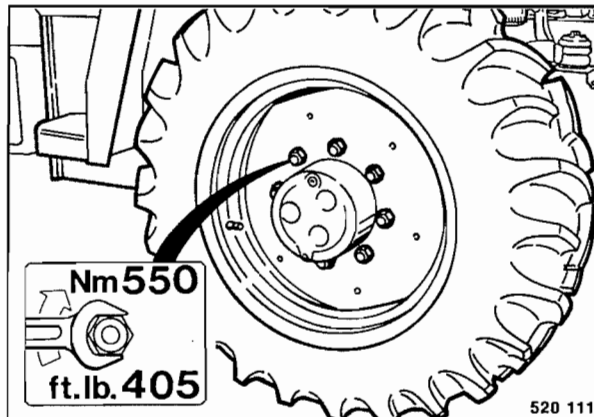

Fig. 95
- Reapretar las tuercas de las ruedas (Fig. 95) en cruz.